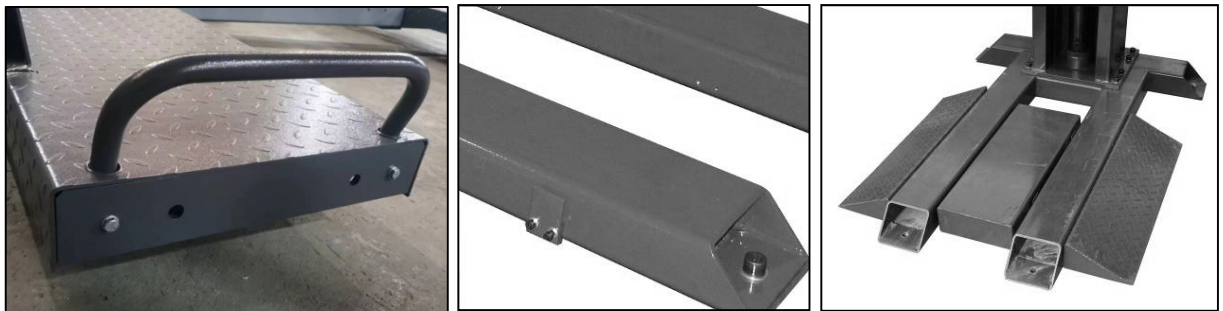

Abbildung: 11, 12, 13 Abrollschutz und Überfahrrampe
- 12) Befestigen Sie den Abrollschutz am Ende der Fahrbahn (Abb. 11). Schrauben Sie den Befestigungschip der Überfahrrampe an die Grundplatte. Legen Sie dann die Überfahrrampen und den Mittelsteg auf. (Abb. 12, 13)